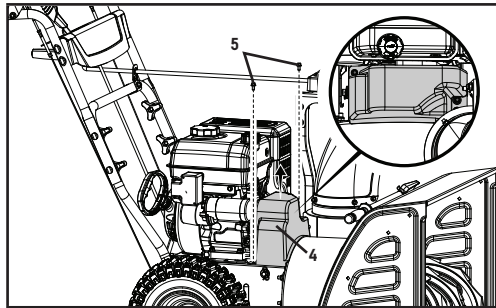

Figure 28
1. Retirez le couvercle en plastique de la courroie sur le devant du moteur en enlevant les deux boulons M6 x 16 (5) (figure 28).